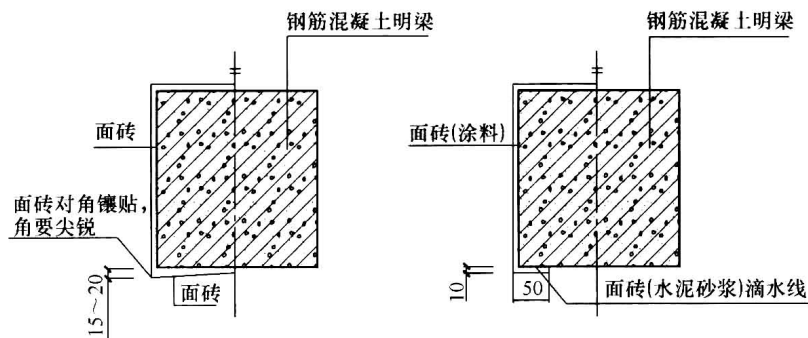

图 1-12 明梁滴水节点图
(3) 建筑物外露明梁的底面要做滴水处理，采用滴水线时，滴水线宽 50 mm，厚 10 mm。采用鹰嘴时，鹰嘴坡度不宜太小，边缘要尖锐。如图 1-12 所示。